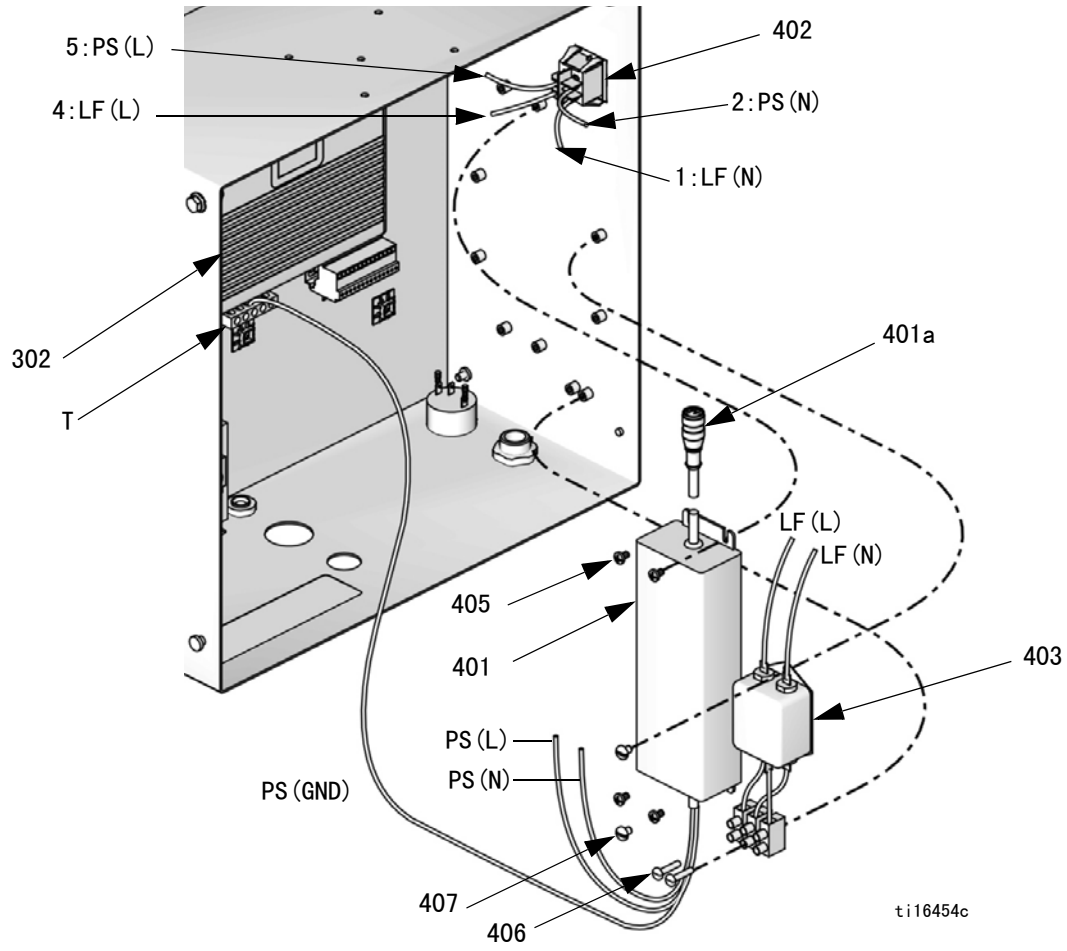

图 8. 更换市电电源
- 4. 参见图 8。将电源 CAN 电缆（401a）从高级流体控制模块（302）上断开。
- 9. 参见图 8。将电线束（410/LF）与管路过滤器（403）及电源开关（402）连接，如图所示。还请参见“电气示意图”。